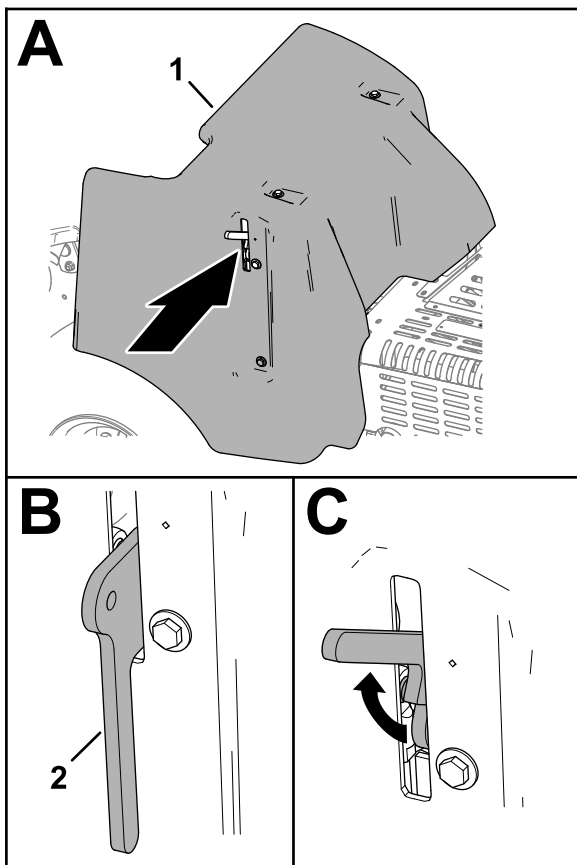

**Figura 141**
1. Si la máquina tiene la trabilla de cierre de la cubierta de la correa CE, afloje el perno de la trabilla hasta que se separe del cierre de la cubierta (Figura 141).